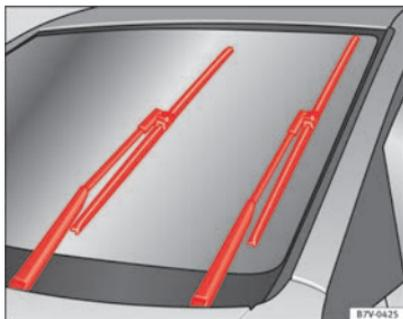

Fig. 140 Limpa-vidros em posição de serviço
- Ligue e desligue a ignição e, de seguida, (antes de cerca de 9 seg.), desloque o manípulo do limpa pára-brisas para a posição de varrimento breve. As escovas deslocam-se para a posição de serviço ⇒ Fig. 140.